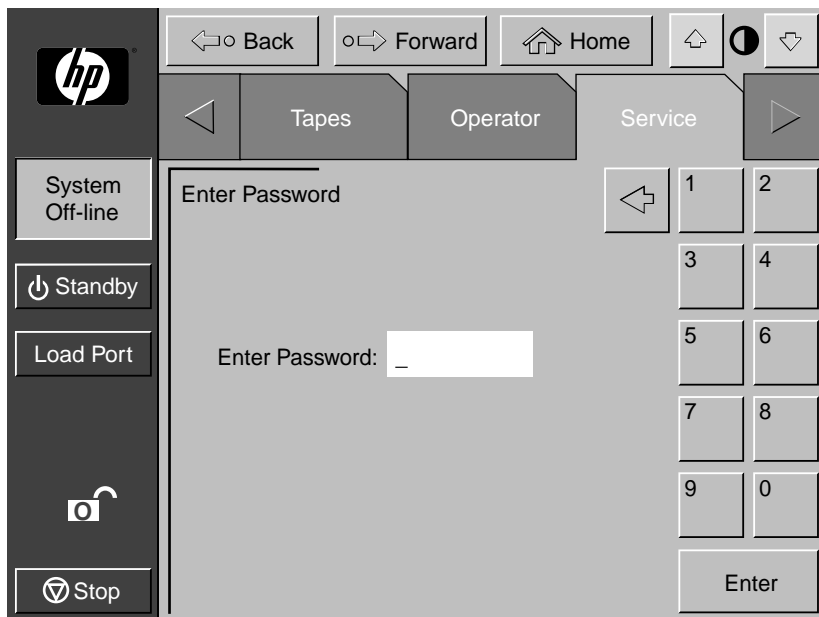

図5-1: [Enter Password]画面
1. [Service]タブを押します。コントロールパネルにパスワード画面が表示されます(図5-1を参照)。